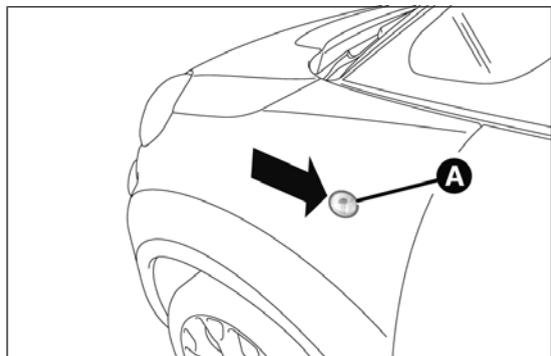
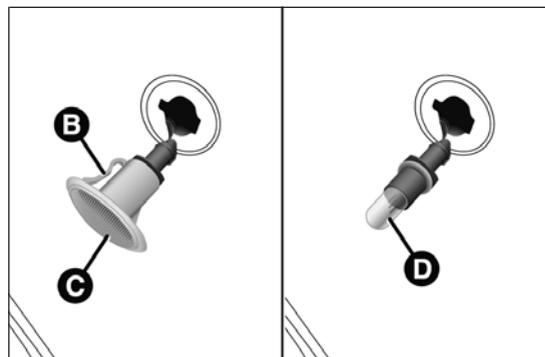

fig. 173
fig. 174
- agir sur le transparent A fig. 173 afin de comprimer le ressort interne B fig. 174, puis désolidariser le groupe vers l'extérieur ;